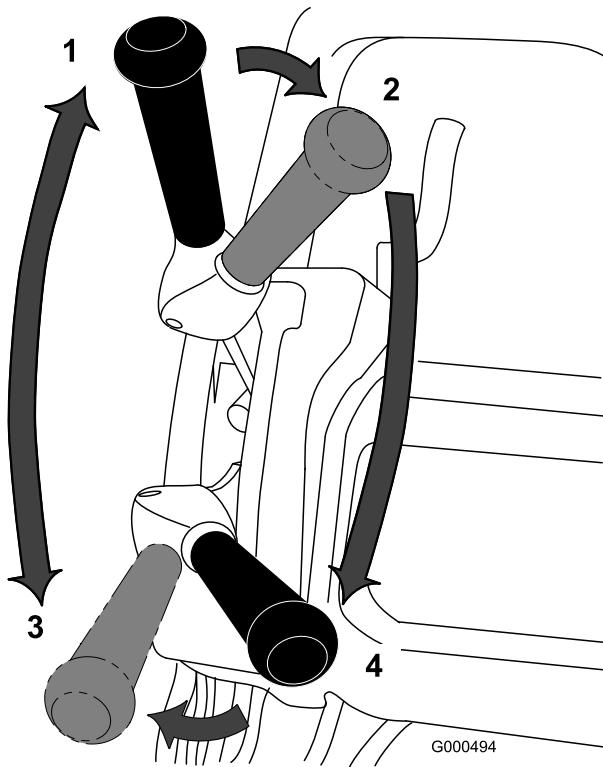

Bild 20
1. Starten Sie den Motor, stellen Sie den Gasbedienungshebel auf verringerte Geschwindigkeit, drücken Sie den Griff nach unten, um das Mähwerk anzuheben, schieben Sie den Fahrantriebshebel in die Stellung Aktiviert und transportieren Sie den Rasenmäher an eine Ecke der Rasenfläche (Bild 20).
2. Schieben Sie den Fahrantriebshebel auf die Stellung „Deaktiviert“ und kuppeln Sie den Spindelantriebshebel ein (Bild 20).
3. Schieben Sie den Fahrantriebshebel in die Stellung „Aktiviert“, geben Sie soviel Gas, bis der Rasenmäher die gewünschte Geschwindigkeit erreicht hat. Fahren Sie den Rasenmäher auf die Rasenfläche, lassen Sie den Rasenmäher vorne ab und starten Sie mit dem Mähen (Bild 20).